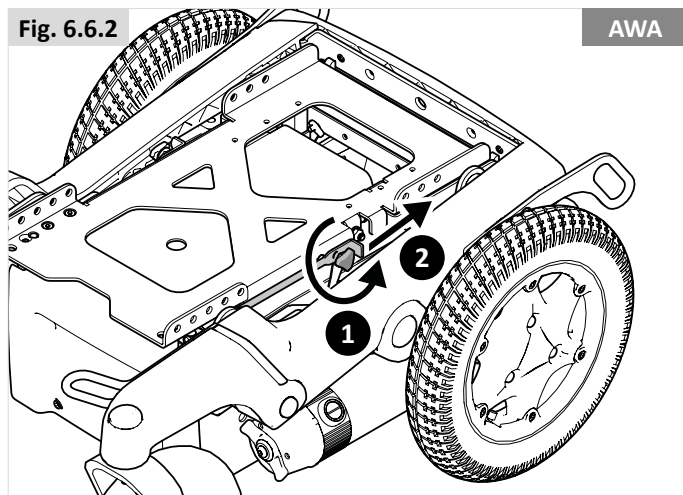

Fig. 6.7
- Controleer, voordat u het frame loslaat, of de zitting via de vergrendeling is vergrendeld (fig. 6.7 voorzijde - fig. 6.8 achterzijde)